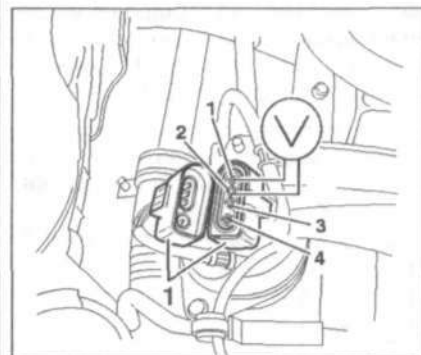

Рис. 3.41. Присоедините разъем проводки к датчику кислорода 1.
1. Присоедините разъем проводки к датчику кислорода 1 (рис. 3.41).